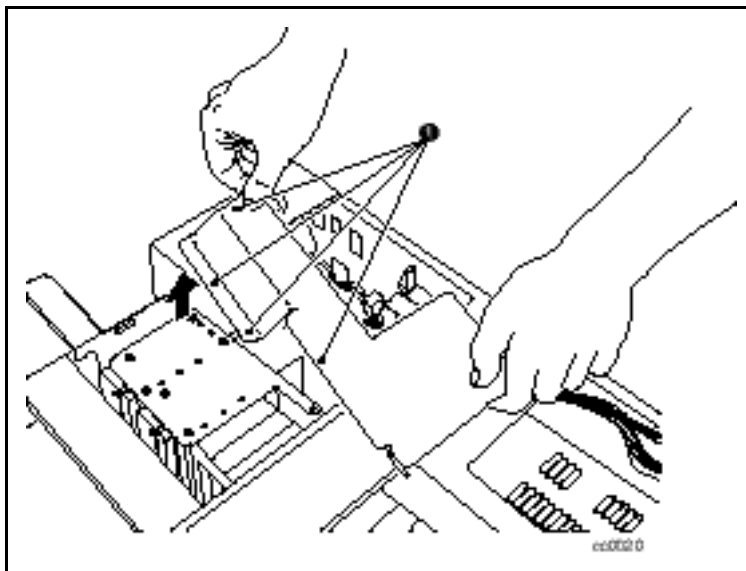

Figura 3. Extracción de la cubierta de la abrazadera
2. Extraiga los cuatro tornillos que fijan la cubierta de la abrazadera al chasis (● Figura 3).